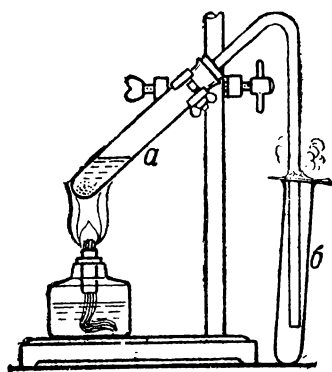

Рис. 3. Получение хлористого водорода.
■ **Опыт.** Прделайте опыт получения хлористого водорода при слабом нагревании. Соберите прибор, как на рис. 3. На газоотводную трубку наденьте кусочек бумаги, чтобы он прикрывал сухую пробирку *б*, в которую вы будете собирать хлористый водород. Поместите в пробирку *а* столько поваренной соли, сколько показано на рисунке. Прилейте немного концентрированной серной кислоты и, вставив в пробирку пробку с трубкой, собирайте газ в пробирку *б*, осторожно нагревая пробирку *а*.